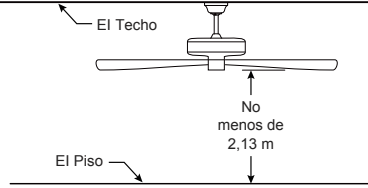

Figura 2
Uso de perfil profundo (Figura 2)
2. Extraiga la pieza de la bola colgante de la unidad de la bola colgante / varilla aflojando el tornillo de presión de la bola colgante hasta que la bola se libere de la varilla. Retire el pasador del barral y luego extraiga la semiesfera. Conserve el pasador y la semiesfera para su reinstalación en el Paso 7. (Figura 2)
Debe colgar el ventilador a una distancia mínima de 2,13 m desde las aspas hasta el piso. (Figura 2)
Para evitar una posible descarga eléctrica, asegúrese de cortar la alimentación eléctrica de la caja de fusibles principal antes de alambrado el ventilador. (Figura 2)
2. Coloque y ajuste firmemente la cubierta para el tornillo del capuchón. (Figura 2)
2. Asegure el ensamble del kit de iluminación en la unidad del motor girándolo en el sentido de las agujas del reloj. (Figura 2)
2. Restaure la fuente de alimentación de la toma de corriente enciendo la electricidad del fusible principal. (Figura 2)